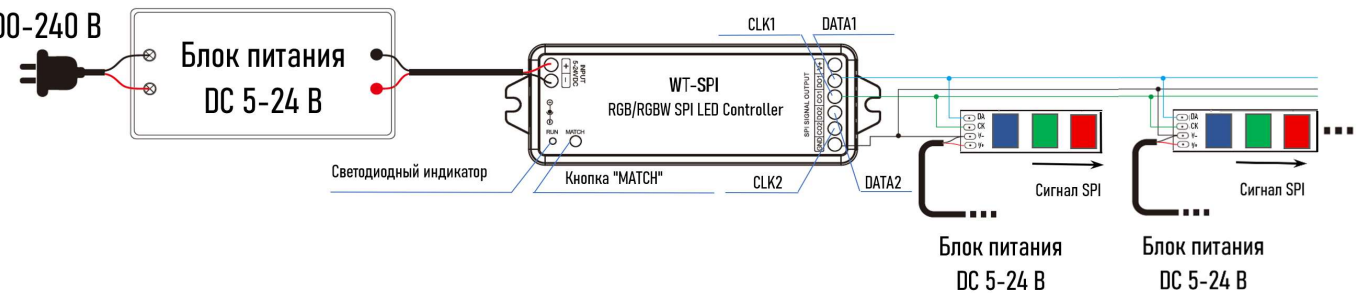

Рисунок 5. Схема подключения нескольких светодиодных лент (входной ток более 8 А)
- Когда нагрузка на светодиодную ленту более 8 А, ее необходимо подключить к другому источнику питания (рис. 5).